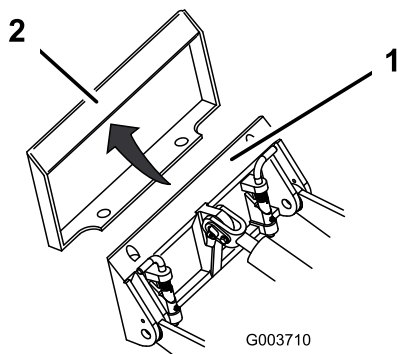

Figure 16
4. Insérez la plaque de montage dans le bord supérieur de la plaque réceptrice de l'accessoire (Figure 16).